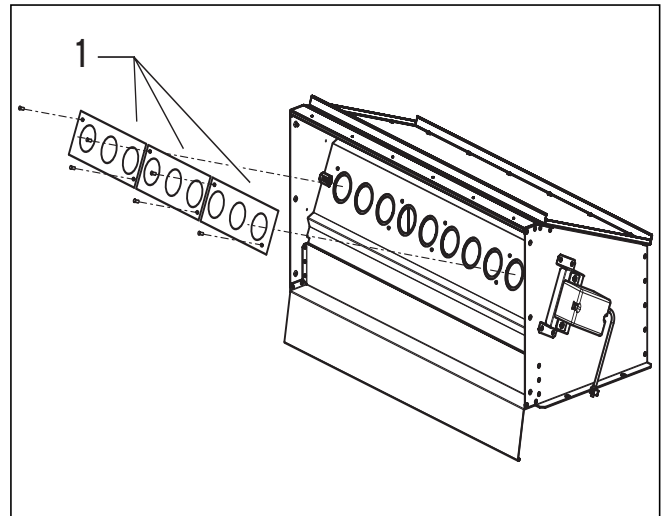

Abb. 6.4 Drosseleinsätze montieren
- Tauschen Sie die Zündbrennerdüse für Erdgas (1) gegen die Düse für Flüssiggas P (1x24) aus.
- Schrauben Sie die Brennerdüsen für Erdgas (2) heraus und die Brennerdüsen für Flüssiggas P (165) gasdicht ein.
- Entfernen Sie bei Kesseln im LL-Gas-Betrieb die Drosseleinsätze (1, in Abb. 6.4) an der Abgasklappe.